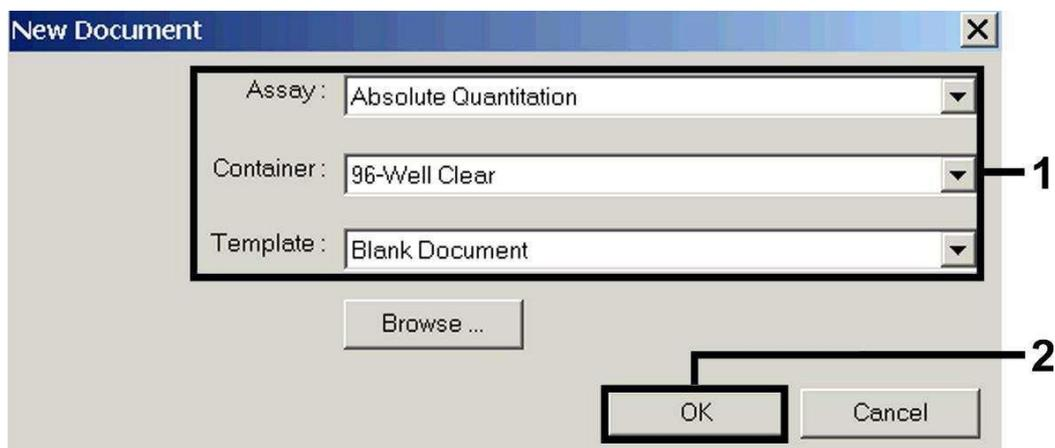

Fig. 3: Ajustes al crear un nuevo ensayo de PCR (*New Document*).
Seleccione en el ABI PRISM® 7000 SDS la opción *New* del menú *File* e introduzca los siguientes ajustes básicos para el nuevo documento (véase la Fig. 3). El ensayo (protocolo) almacenamiento anteriormente (*SDS Template* [\*.sdt]) aparece en la lista *Template* o bien puede seleccionarlo mediante la función *Browse* (véase 8.5.1.5 Almacenamiento de la reacción de PCR). Confirme sus datos (OK).